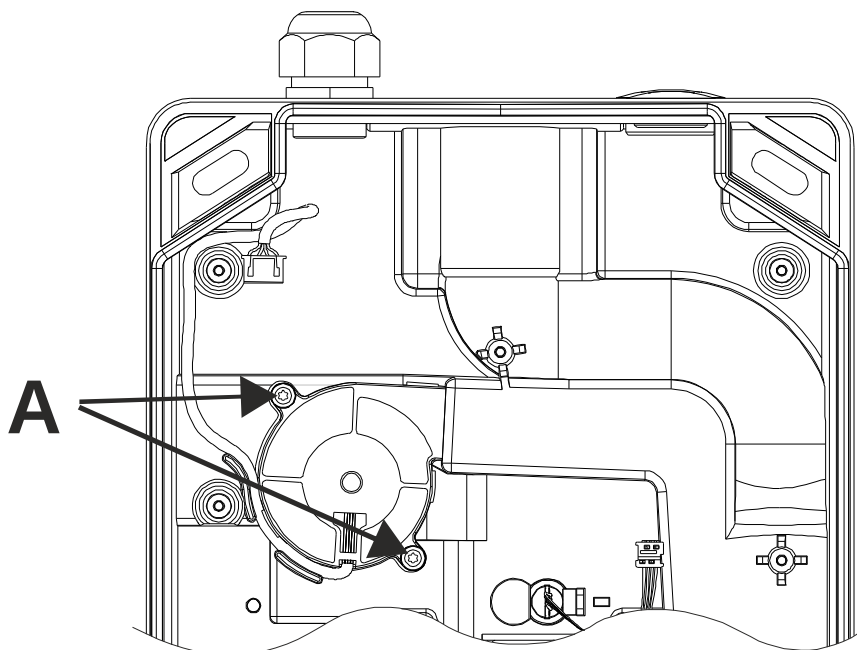

Fig. 49 Smontaggio del gruppo ventola in aspirazione
- Allentare le due viti A del gruppo ventola in aspirazione con un cacciavite Torx T15 (ved. Fig. 49).